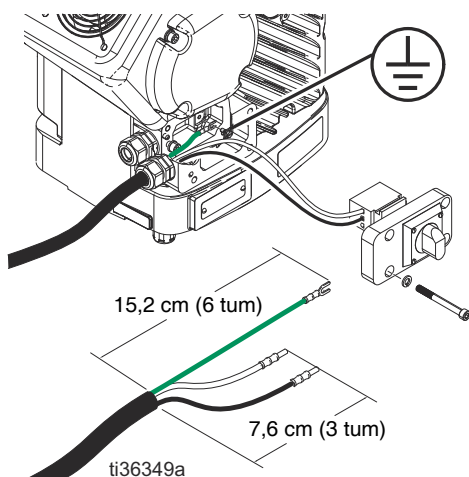

FIG. 1: Nätssladd
- Lägg till skoningar vid behov. Se FIG. 1.